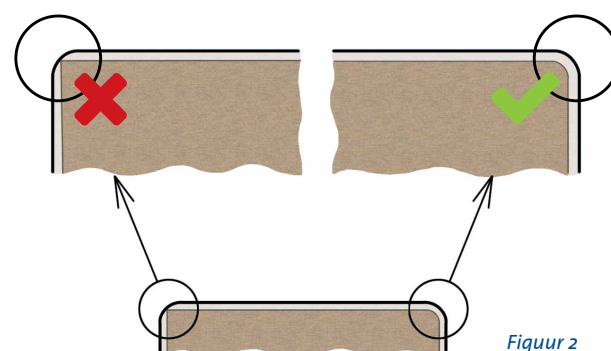

Figuur 1
- ◆ Bij stapelen van het plaatmateriaal dienen de balkjes recht onder elkaar te liggen met een maximale hart op hart afstand van 500 mm (zie figuur 1)